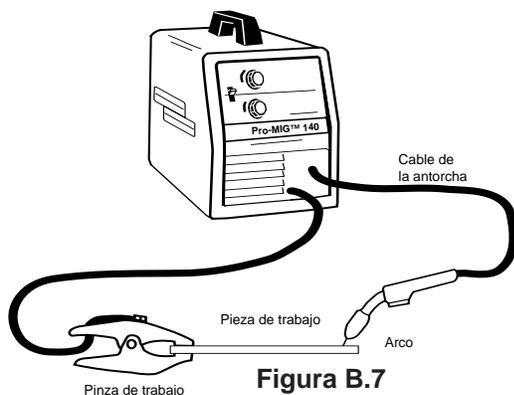

Figura B.7
6. Vea la Figura B.7. Conecte la pinza de trabajo al metal que se soldará. La pinza de trabajo deberá tener un buen contacto eléctrico con la pieza de trabajo. Asimismo, la pieza de trabajo deberá aterrarse, según se establece al principio de este manual en "Precauciones de Seguridad de la Soldadura por Arco".